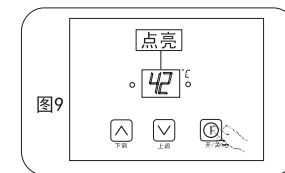

图9
- (1) 按下显示器面板的“”开关键, 显示屏点亮, 并显示上次最后使用的设置温度(例如42℃)如图9。